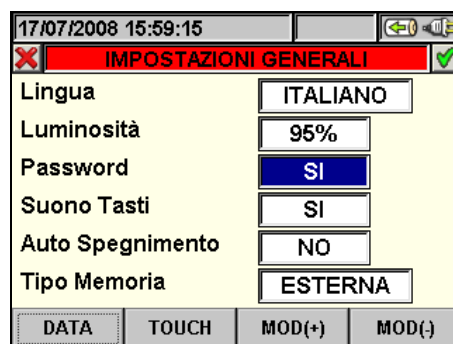

Fig. 12: Videata Impostazione Password di protezione
1. Posizionare il cursore con i tasti freccia alto o basso sul campo corrispondente alla voce "Password" evidenziandolo su sfondo blu, come mostrato in Fig. 12